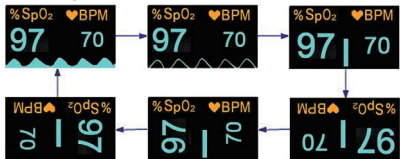

Figure 3 Six modes d'affichage
7. Le périphérique possède six modes d'affichage illustrés dans la figure 3. Si vous